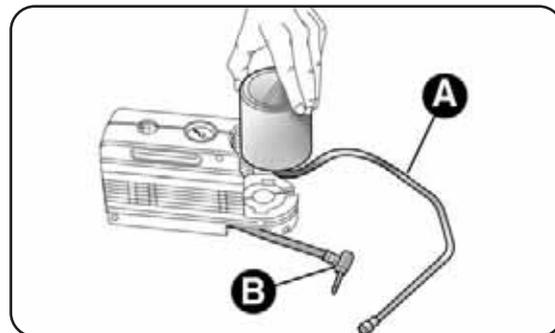

fig. 20
- desengatar o engate A-fig. 20 e desligar o tubo B;